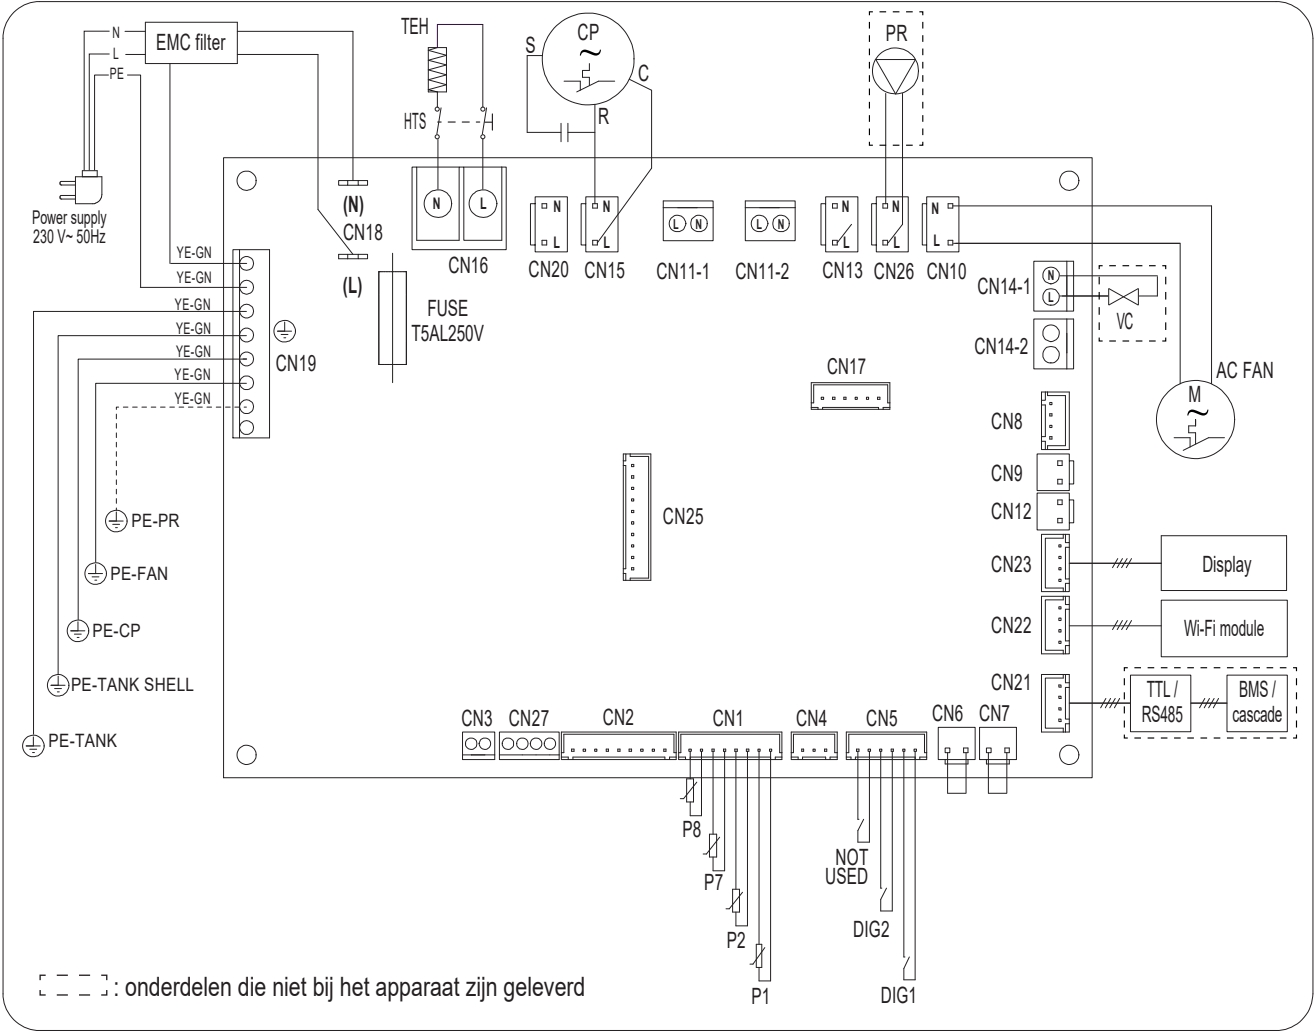

fig. 69 - Aansluitschema van de apparatuur
- 1) De recirculatiepomp (onderdeel 16) moet worden aangesloten op klem CN26 van het hoofdboord (zie "fig. 69 - Aansluitschema van de apparatuur" a pagina 427).
- 2) Monteer een normaal open magneetventiel (part. 19) voor elke unit in de cascade. De klep moet worden aangesloten op klem CN14-1 (ref. "fig. 69 - Aansluitschema van de apparatuur" a pagina 427) van het moederbord van elke unit.
- 1) De recirculatiepomp (onderdeel 16) moet worden aangesloten op klem CN26 van het hoofdmoederbord (zie "fig. 69 - Aansluitschema van de apparatuur" a pagina 427).